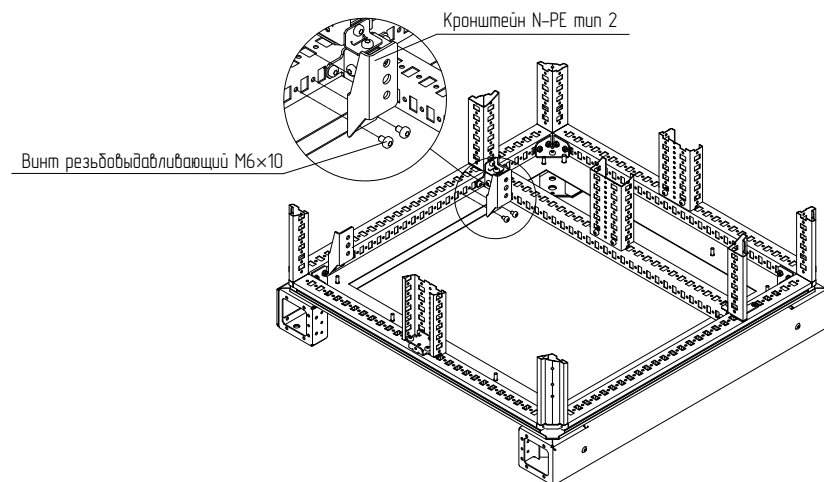

Рисунок 126
4.40.3 Закрепить кронштейны N-РЕ тип 2 в основании винтами М6х10 (рисунок 126).